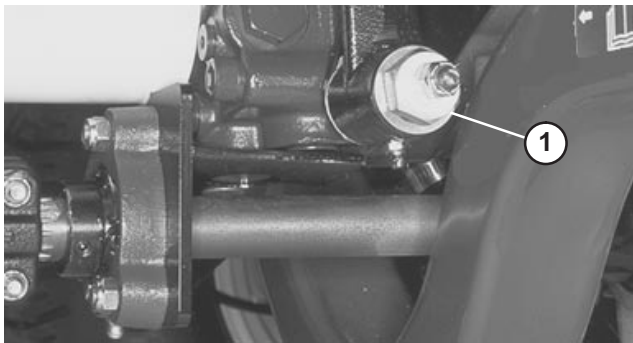

Figure 61
3. Sous le côté droit de la machine, desserrez le contre-écrou sur la came de réglage de transmission (Fig. 61).